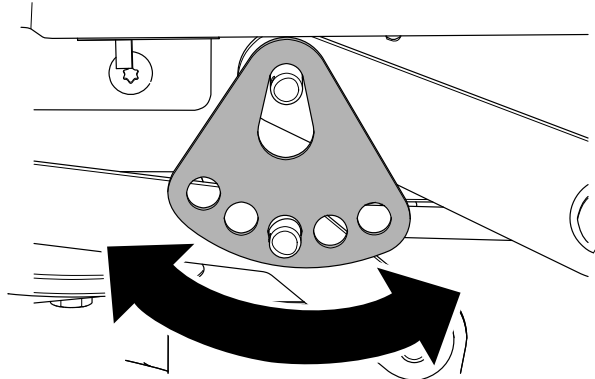

Figura 71
7. Rotii placa pentru înălțimea de tăiere în alt orificiu, astfel încât să suporte greutatea punii mainii de tuns iarba după ce montai placa (Figura 71).
8. Montai aiba i tiftul în formă de agrafă (Figura 71).